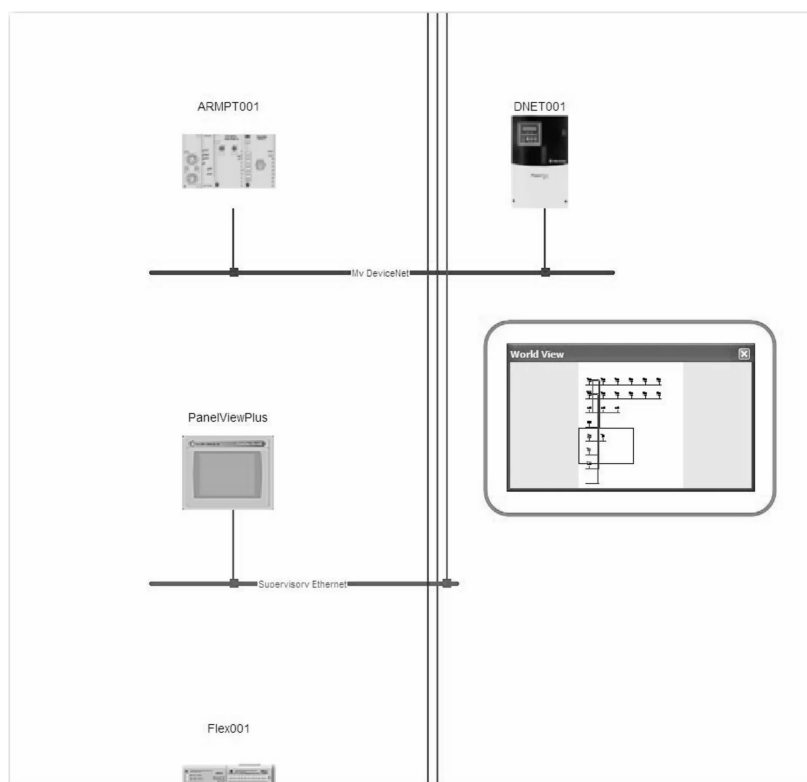

图 26-197 架构视图
4. 在“全局视图”（World View）框中，将该视图框四处拖动，以显示该视图的不同部分，如图 26-197 所示。